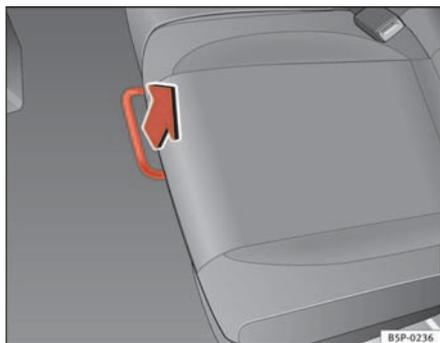

Fig. 97 Barre de déverrouillage de la banquette arrière
- Sur la position assis, déverrouiller le levier dans le sens de la flèche ⇒ page 135, fig. 97.